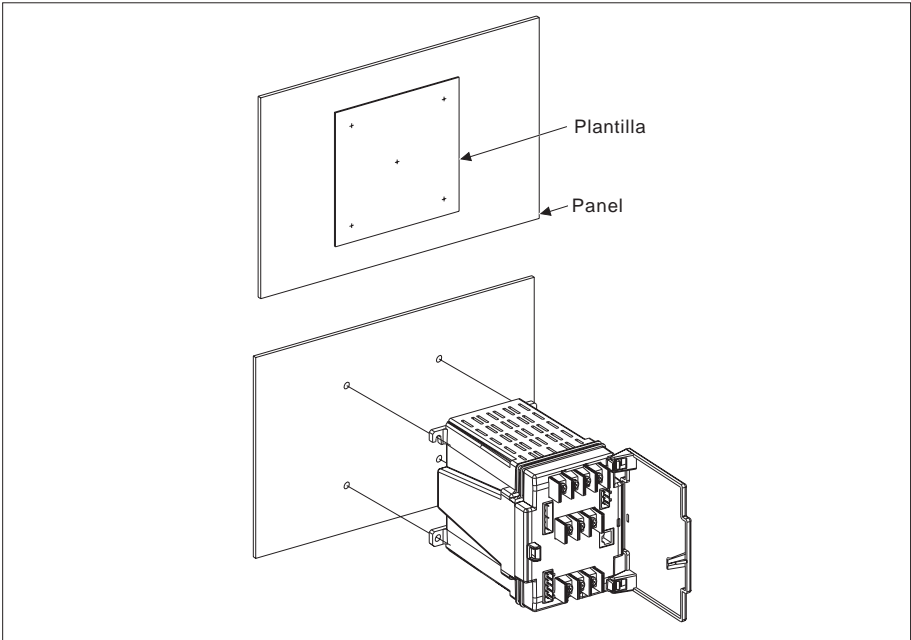
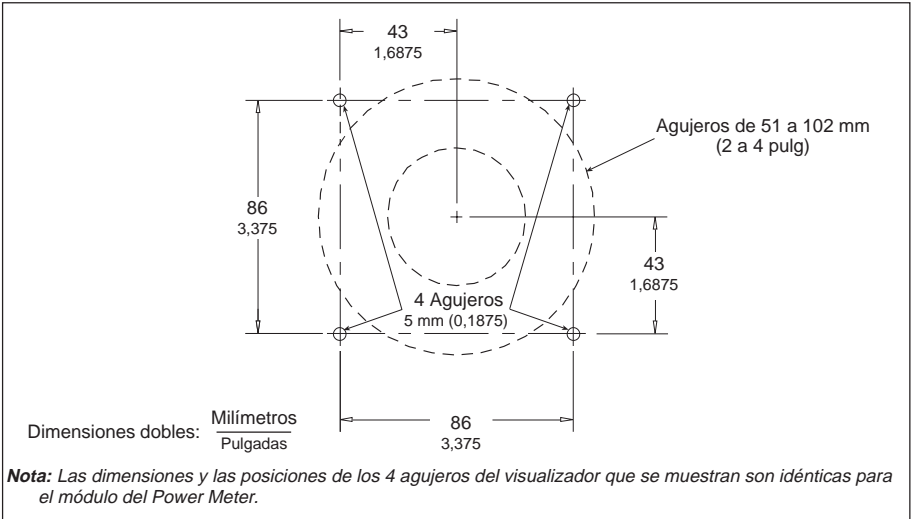

Figura 4-2: Montaje de la unidad en un panel sin agujero de montaje existente
Figura 4-3: Montaje en panel del visualizador de la unidad
- perpendicular, montado en panel ranurado (figura 4-2, página 17)
2. Adhiera la plantilla, incluida con el visualizador, sobre el panel en la ubicación deseada; asegúrese de que la plantilla esté nivelada (los agujeros de las posiciones y las dimensiones se muestran en la figura 4-3 página 17). Asegúrese de que no se dañen los cables o el equipo en el otro lado del panel, luego perforé el panel en los 4 agujeros marcados con A en la plantilla. Utilice una broca de 3/16 pulgada.
3. Adhiera la plantilla, incluida con el visualizador, sobre el panel en la ubicación deseada (vea la figura 4-2, página 17); cerciórese de que la plantilla esté nivelada. (Las posiciones y las dimensiones de los agujeros se muestran en la figura 4-3 en la página 17). Asegúrese de que no se dañen los cables o el equipo en el otro lado del panel, luego perforo el panel en los 4 agujeros marcados con A en la plantilla. Utilice una broca de 3/16 pulg.